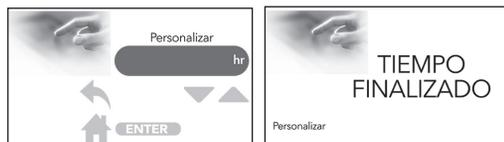

Figura 9
4. Al terminar la función sonará la alarma y aparecerá en la pantalla "Tiempo Finalizado" (Figura 9) Al tocar nuevamente la pantalla regresará a Menú.